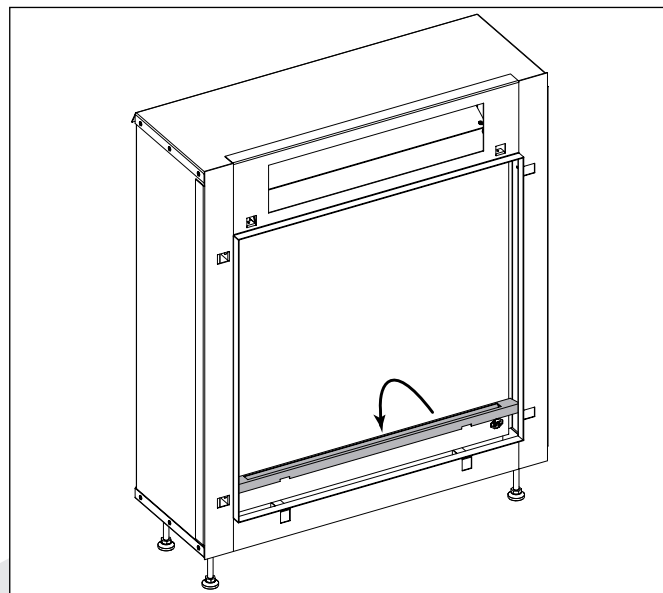

Abbildung 9
4. Setzen Sie die Lufteinlassführung in das Gerät ein (**Abbildung 9**).